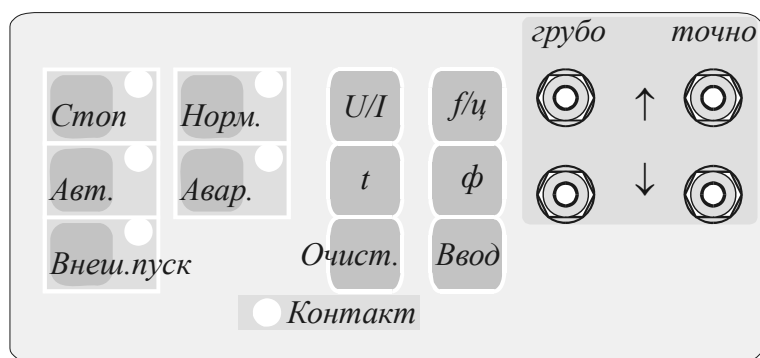

Рисунок 7 – Клавиатура блока трехфазного напряжения
6.4.2 Управление работой блока, выбор и регулировка параметров осуществляется с помощью клавиатуры (рис. 7).